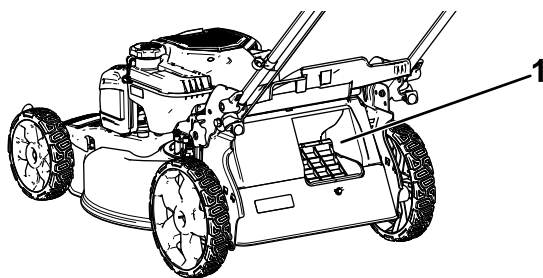

Figura 17
**Important:** Pentru o funcționare corectă, opriți motorul, așteptați până când se opresc toate piesele mobile i apoi îndepărtați orice fel de resturi de iarbă i resturi de la nivelul uii sacului de colectare la cerere i de pe deschiderea din jur (Figura 17) înainte de a muta maneta sacului de colectare la cerere din poziția 1 în alta.